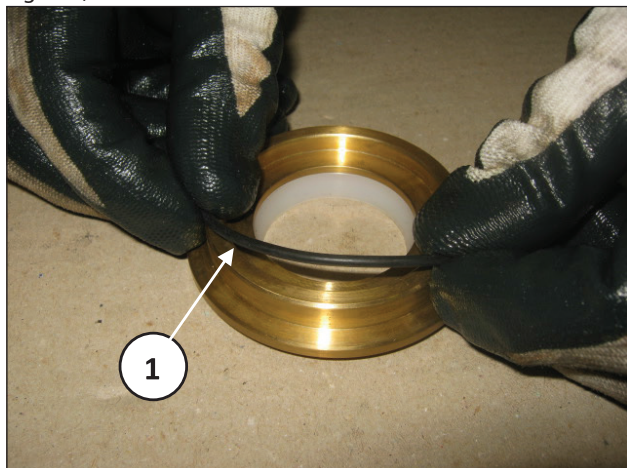

Fig. 126
Placer le joint-torique sur le support du racleur (rep. ①, Fig. 126).